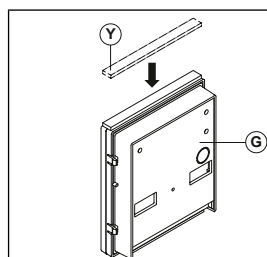

Fig. 5
Applicare la guarnizione adesiva (Y) come mostrato in **Fig. 5**.